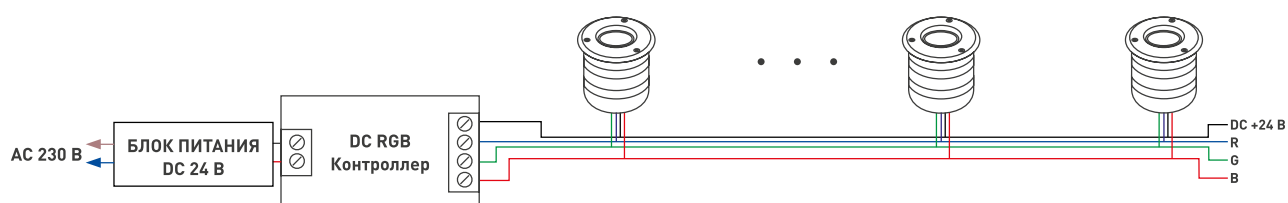

Рисунок 2. Схема подключения прожектора к контроллеру RGB.
- Присоедините провода питания светильника к контроллеру ШИМ. Соблюдайте порядок подключения и маркировку проводов: «черный»: общий +24 В, «красный»: канал «R» -24 В, «зеленый»: канал «G» -24 В, «синий»: канал «B» -24 В (см. рис. 2).